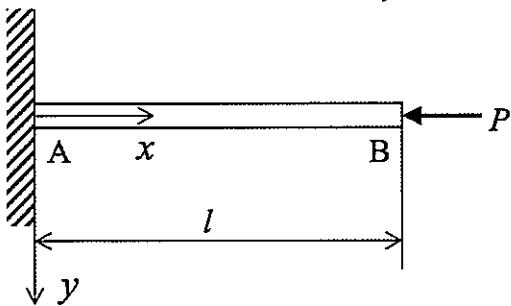

図 1-1
- (1) 図 1-1 に示すように、片持ちはりの点 B において x 方向の負の向きに荷重 P が作用するとき、点 B での x 方向の変位を求めよ。